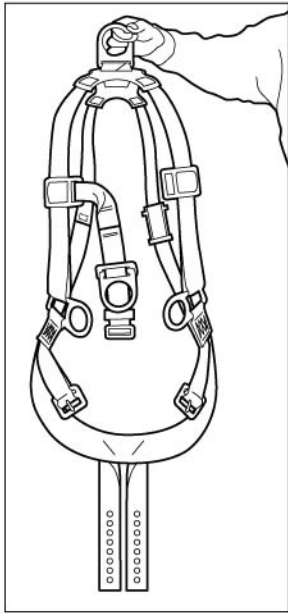

图7
7.1.1 握住背部D形环提起安全带，展平扭曲的带子。（见图7）